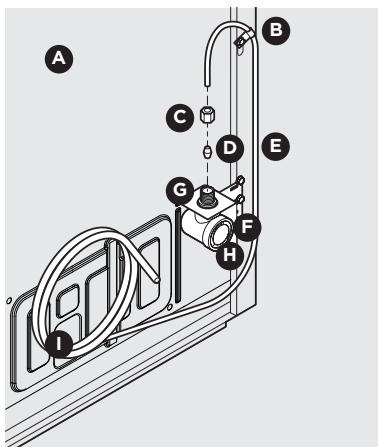
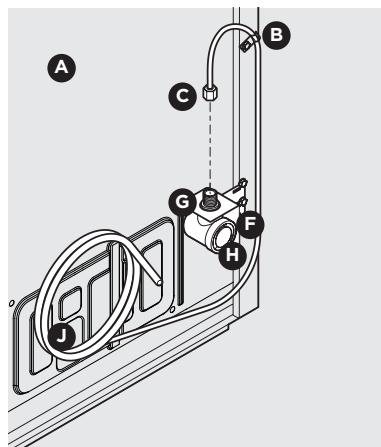

Figure 1
Figure 2
- Si vous utilisez **des conduites en cuivre** - Faites coulisser l'écrou de compression en laiton puis la bague (manchon) sur la conduite d'alimentation en eau. Poussez la conduite d'alimentation en eau aussi loin que possible dans l'entrée du robinet d'arrivée d'eau ($\frac{1}{4}''/6,4$ mm). Faites coulisser la bague (manchon) dans l'entrée du robinet et serrez l'écrou de compression à la main sur le robinet. Serrez d'un autre demi-tour avec une clé. NE serrez PAS trop fort. Voir la Figure 1.
Si vous utilisez **des conduites en acier inoxydable tressé** - L'écrou et la bague d'extrémité sont déjà assemblés sur les conduites. Glissez l'écrou sur le robinet d'entrée et serrez l'écrou à la main sur le robinet. Serrez d'un autre demi-tour avec une clé. NE serrez PAS trop fort. Voir la Figure 2.
B	Collier en acier (Fig. 1: $\frac{1}{4}$ po, Fig. 2: $\frac{1}{2}$ ')